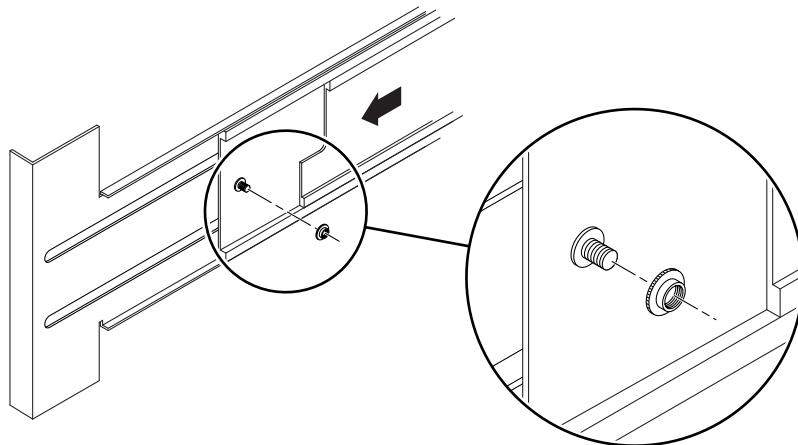

図 3-12 固定ワッシャーの挿入および取り付け
3. システムの背面で、付属の固定ワッシャーをボルトに挿入して締めます(図 3-12)。ワッシャーの段の部分を上に向けます。
4. システムの背面で、スライドに取り付けたねじ式のワッシャーを各ボルトから取り外します (図 3-12)。